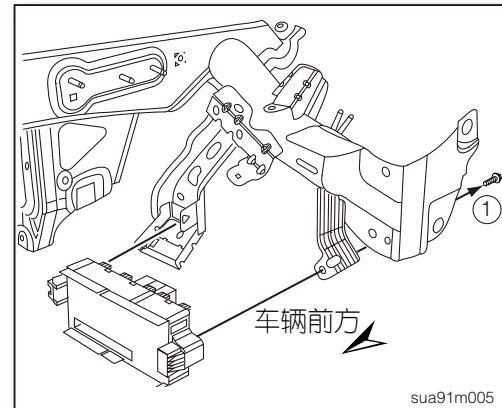

图7
3. 拆下室内保险丝盒固定螺丝①(如图7), 接着将室内保险丝盒从仪表板横梁上取下。